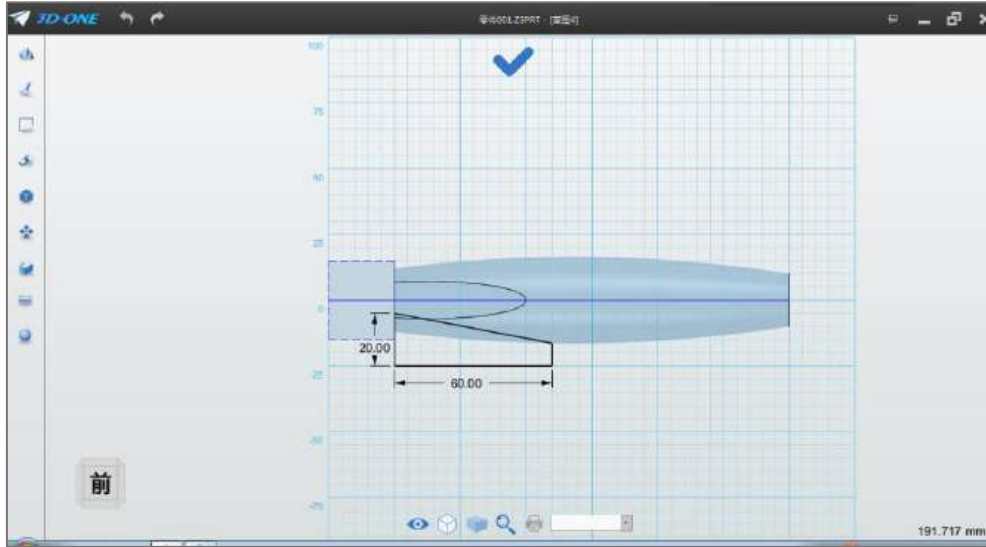

图 1-13
Step 13 参照下图 1-13 所示的尺寸和位置关系，绘制草图。